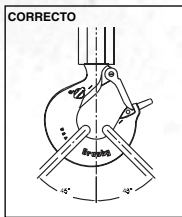

Figura 5
- Al colocar dos (2) eslingas en un gancho, asegúrese de que el ángulo desde la vertical hasta el ramal más abierto no sea mayor que 45 grados, y el ángulo interior entre los ramales no exceda los 90 grados* (Ver Figura 5, en la página 156).